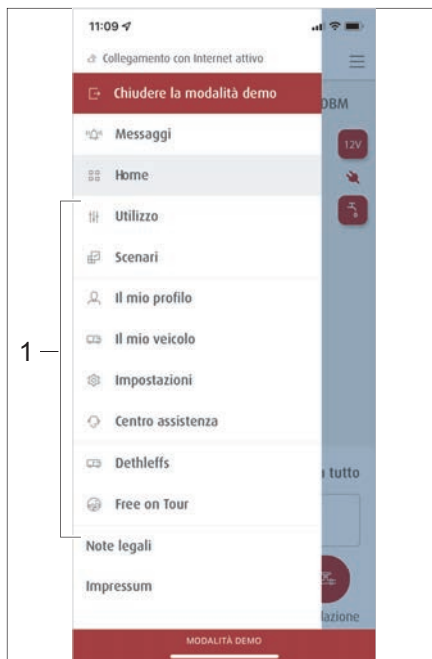

Fig. 276 Sottomenu
Vengono visualizzati i sottomenu (Fig. 276,1).
- Digitare nell'area menu *Scenari* (Fig. 276,1).
- Selezionare nei sottomenù (Fig. 276,1) il menu *Utilizzo*.
- Selezionare, nei sottomenu, (Fig. 276,1) il menu *Il mio veicolo*.